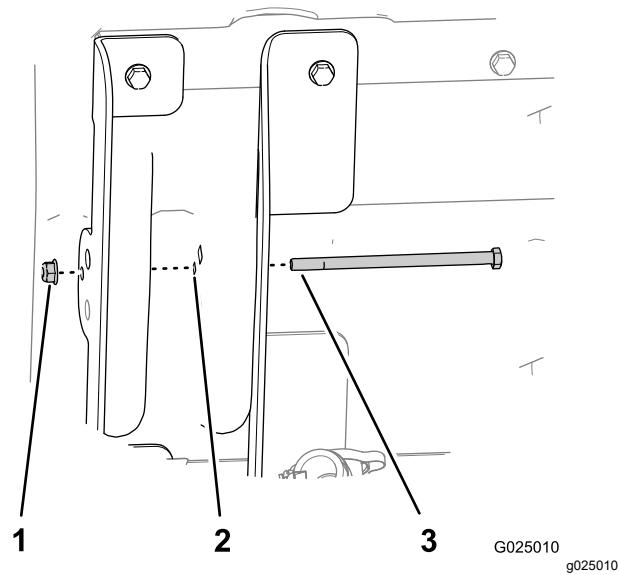

図 6
7. 図 6に示すように、六角ヘッドボルト5/16 x 5 $\frac{1}{2}$ "を、8mm の穴内側昇降ブラケット長いフランジ、荷台、外側昇降ブラケット短いフランジに通す。
8. フランジナット5/16"でボルトを手締めする図 6。
11. ボルト $5/16$ "を固定しているフランジナットを軽く締める図 6。